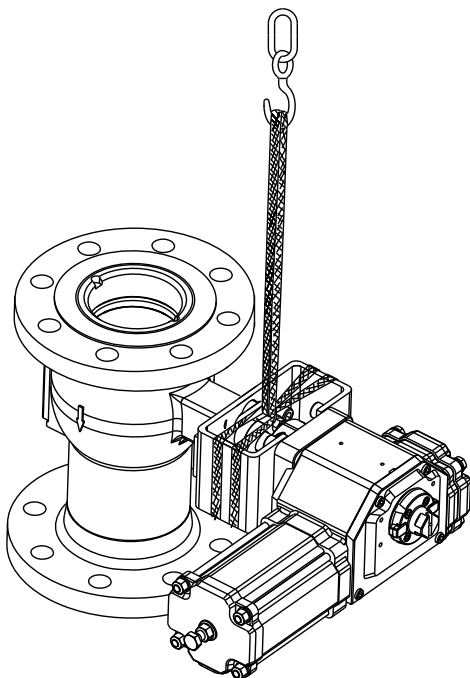

Fig.4-1 Lyftinstruktion
- Om ställdonet är monterat på en ventil, lyft enheten med hjälp av lyftstroppar runt ventilen (→ Fig.4-1). Bilden visar ett standardlyft. Observera att alla tänkbara situationer som kan uppstå inte kan täckas i den här lyftinstruktionen